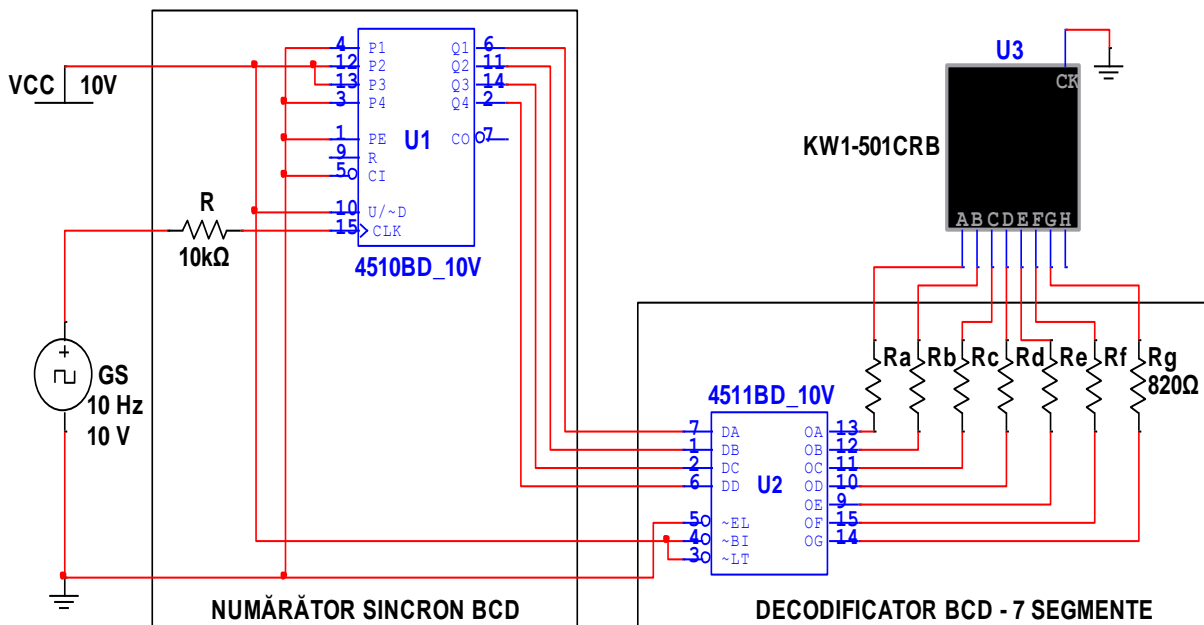

Figura 6.5.5 Aplicație cu numărătorul sincron BCD – CD4510
2. Realizează practic, pe o plăcuță de probă montajul schemei **NUMĂRĂTOR SINCROB CDB** din figura 6.5.5.
4. Realizează practic, pe o plăcuță de probă montajul schemei **DECODIFICATOR CDB – 7 SEGMENTE** din figura 6.5.5.
6. Interconectează cele două montaje conform schemei din figura 6.5.5. și tabelului de mai jos:
7. Conectează rezistoarele Ra...Rg de pe montajul decodicatorului la afișaj conform schemei din figura 6.5.5.
8. Conectează sursa de alimentare și generatorul de semnal conform schemei din figura 6.5.5.
10. Pornește sursa de alimentare, regleaz-o la valoarea indicată în schema din figura 6.5.5 și verifică funcționarea corectă a montajului.